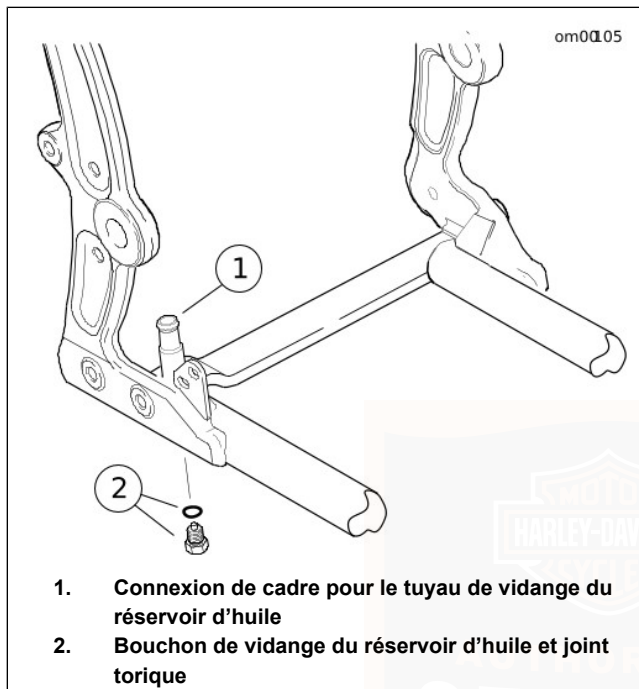

Figure 29. Bouchon de vidange du réservoir d'huile : modèles Softail
2. Voir la Figure 29. Déposer le bouchon de vidange d'huile à moteur avec le joint torique (2). Laisser l'huile s'écouler complètement dans un contenant approprié.